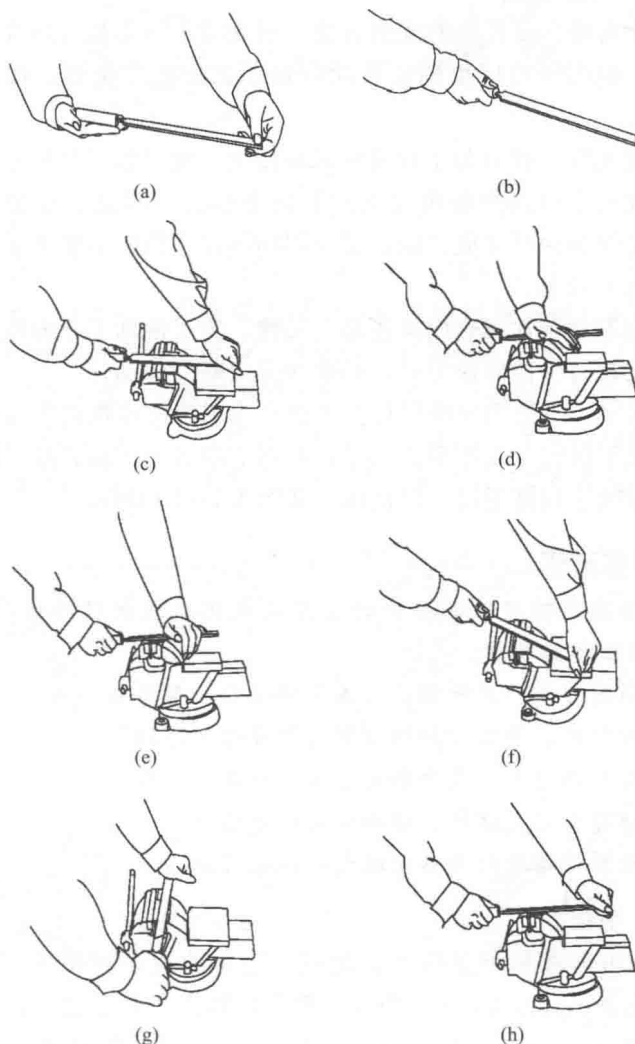

图 1-14 锉刀的使用
① 锉刀的握法 用右手握锉刀柄，柄端顶住掌心，大拇指放在柄的上部，其余四指满握刀柄，如图 1-14(a)、图 1-14(b) 所示。
② 左手姿势 大、中型锉刀左手有满握锉刀头、握住锉刀面或压住锉刀面三种手法,如图 1-14(c)~图 1-14(e)所示。小型锉刀和什锦锉刀不使用左手。
③ 平面的锉法
a. 顺向锉:最普通的锉削方法。不大的平面和最后锉光都用这种方法。顺向锉可以得到正直的锉痕,比较整齐美观,如图 1-14(f)所示。
b. 交叉锉:锉刀与工件的接触面增大,锉刀容易掌握平稳。同时,从锉痕上可以判断出锉削面的高低情况,因此容易把平面锉平。交叉锉在锉削完成之前,要改用顺向锉,使锉痕变为正直,如图 1-14(g)所示。
c. 推锉:一般用于锉削狭长平面,或用顺向锉推进受阻碍时使用。推锉不能充分发挥手的力量,同时切削效率不高,故只适宜在加工余量较小和修正尺寸时使用,如图 1-14(h)所示。